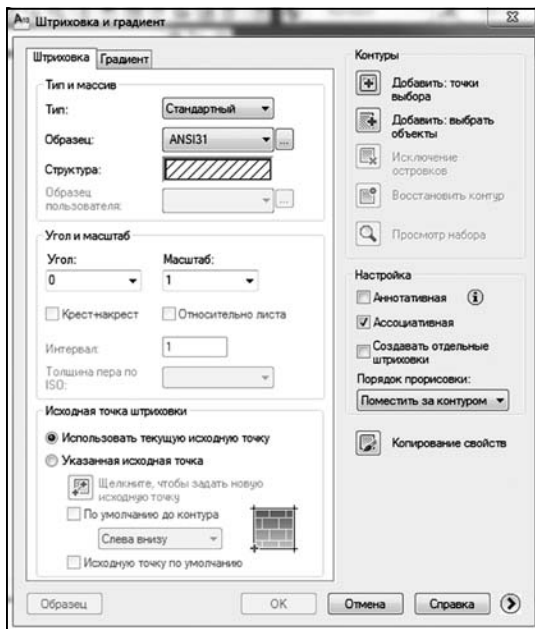

Рис. 3.41. Диалоговое окно «Штриховка и градиент», вкладка «Штриховка»
3. Запустить команду «Штриховка» на панели инструментов «Чертеж». В результате появится диалоговое окно «Штриховка и градиент» (рис. 3.41). В этом окне задаются параметры штриховки и заливки, которые по своему значению разделены и расположены на трех вкладках «Штриховка», «Дополнительные», «Заливка».